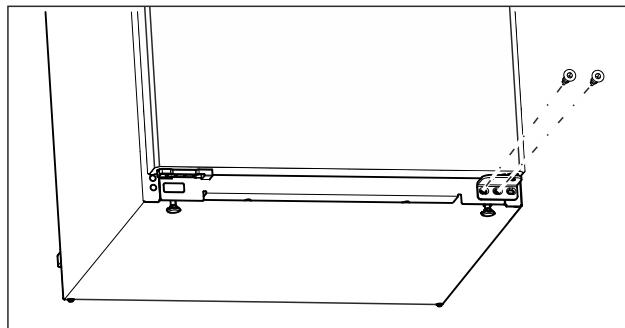

Fig. 14
- Na donjem ležajnom postolju odvrnute srednji vijak odvijačem Torx 20. (pogledajte Fig. 14)
- Na donjem ležajnom postolju odvrnute unutarnji vijak odvijačem Torx 20. (pogledajte Fig. 14)